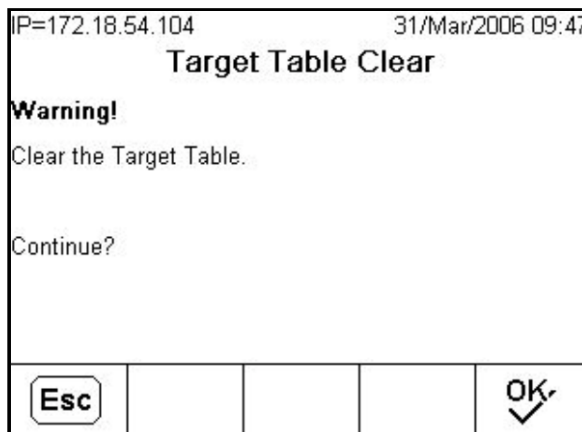

Figura C-28: Schermata di avviso di cancellazione della tabella destinazioni
1. Premere il softkey CANCELLA  quando si visualizza la prima pagina delle impostazioni per la tabella in Impostazione in **Applicazione > Memoria > Tabella target**. La schermata è mostrata nella Figura C-28.